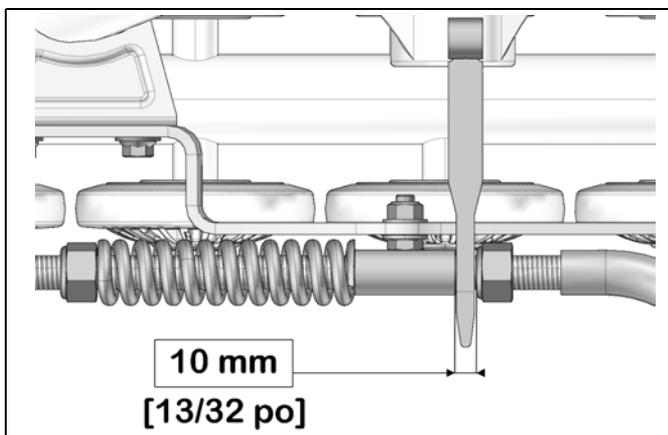

Figure 13
- **IMPORTANT** : Contre-vérifier la distance minimum de 10 mm entre l'écrou et le guide du bras stabilisateur. Réajuster au besoin. Voir la Figure 13.